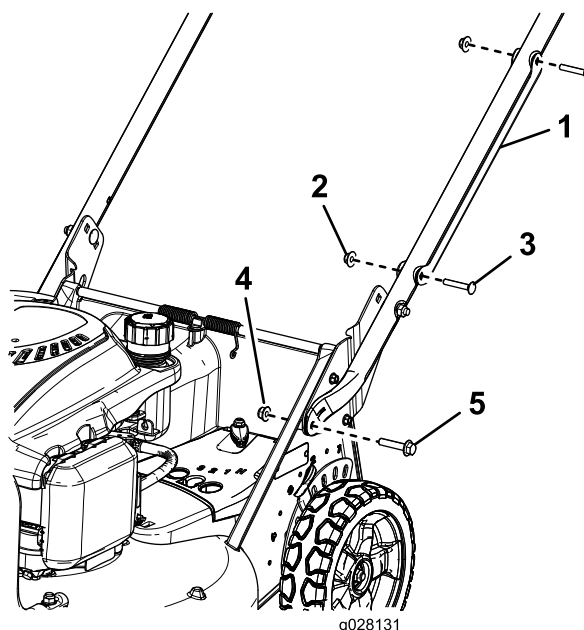

Figure 3
1. Déposez le protège-câble du guidon (Figure 3) en retirant les 2 boulons de carrosserie et les 2 contre-écrous qui le fixent au guidon.
2. Fixez les extrémités du guidon au carter de la tondeuse au moyen de 2 boulons à tête-embase hexagonale (5/16 x 1-1/2 po) et de 2 écrous à embase (5/16 po), comme montré à la Figure 3.
6. Positionnez le protège-câble sur le guidon en recouvrant le(s) câble(s), et fixez-le solidement au guidon au moyen des 2 boulons de carrosserie et des 2 contre-écrous retirés précédemment (Figure 3).